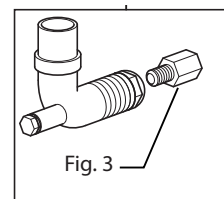

Fig. 3
- Dévisser l'injecteur de son emplacement (Fig. 3).